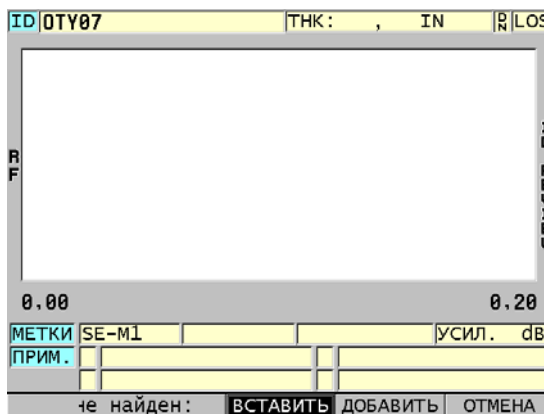

Рис. 11-29 Отредактированный ИД не найден в базе данных
6. Если отредактированный ИД не найден в базе данных, в справочном текстовом поле появляется сообщение (см. Рис. 11-29 на стр. 209). Выберите **ВСТАВИТЬ**, чтобы вставить новый ИД впереди активного ИД.